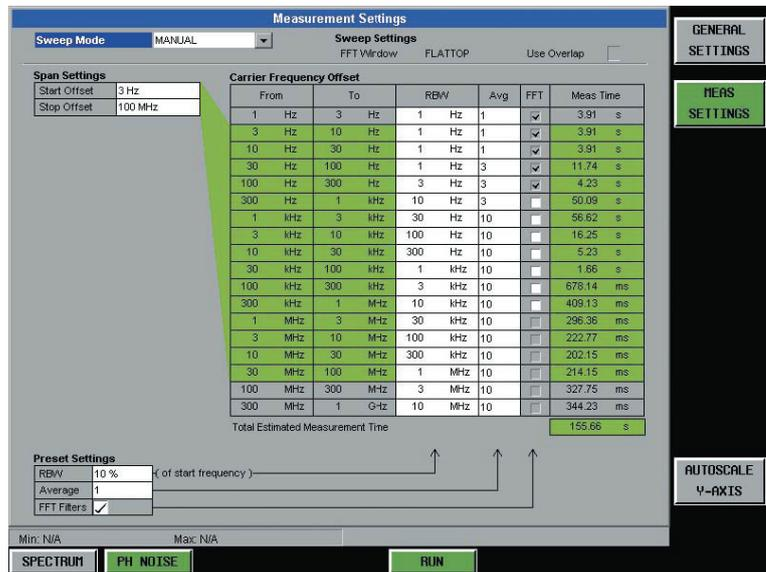

Рис.2: Установка глобальных параметров для измерений фазового шума:
- ◆ Глобальное задание основных параметров, устраняющее необходимость утомительной предварительной настройки (см. Рис.2).